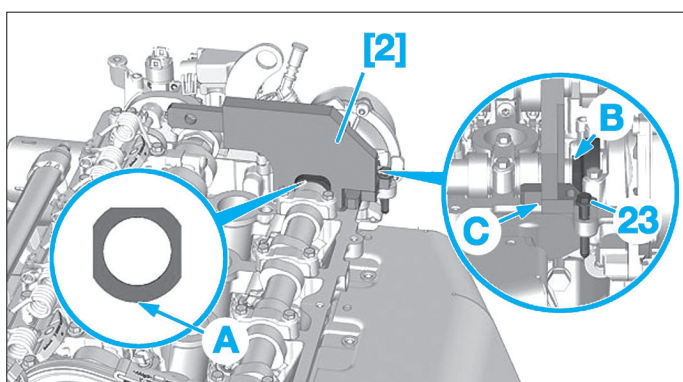

Fig. 12
- Positionner l'outil d'immobilisation d'arbre à cames d'échappement [2] (Fig.12).